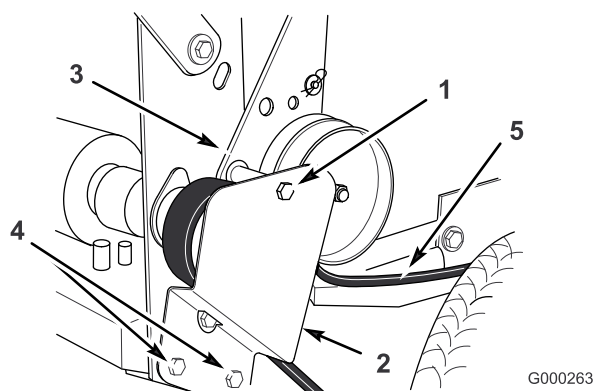

Figura 40
- Retire el tornillo de caperuza que fija los soportes de la polea tensora al bastidor trasero (Figura 40).
- Afloje los dos tornillos de montaje inferiores lo suficiente para que la correa pueda pasar entre la polea de transmisión y el soporte de la polea tensora (Figura 40).
5. Coloque el tornillo de caperuza que fija los soportes de la polea tensora al bastidor trasero (Figura 40).
6. Apriete los dos tornillos de montaje inferiores lo suficiente para que la correa pueda pasar entre la polea de transmisión y el soporte de la polea tensora (Figura 40).